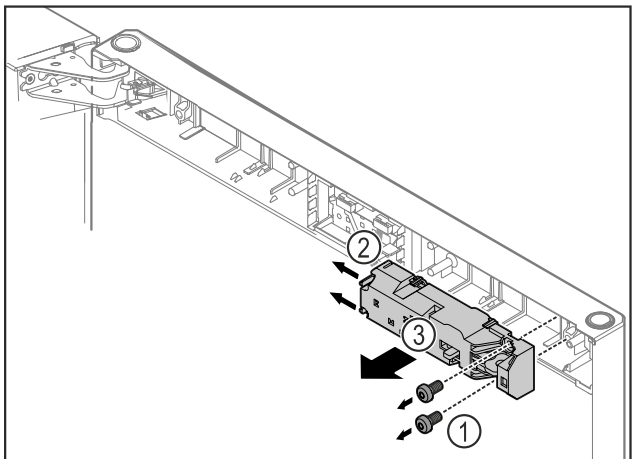

Fig. 12
- ▶ Hiqni vidat Fig. 12 (1).
- ▶ Shtyni anash gjuhëzat e kapjes Fig. 12 (2) dhe hiqni bravën me veprim distanca Fig. 12 (3).